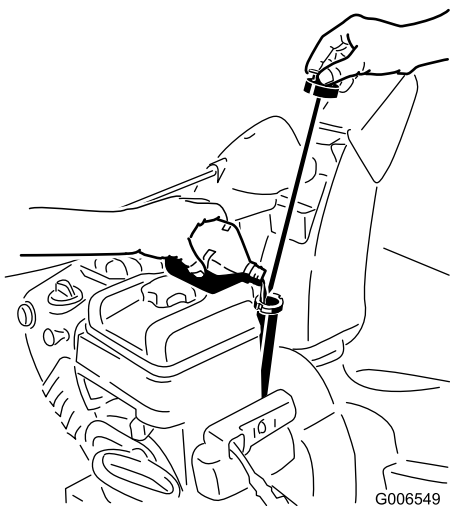

Figura 19
- Togliete l'asta di livello e versate **lentamente** l'olio nel tubo di riempimento fino a portarne il livello al segno di pieno (Full) sull'asta. **Non riempite troppo** (Figura 19). Vedere Controllo del livello dell'olio motore nella sezione Manutenzione.